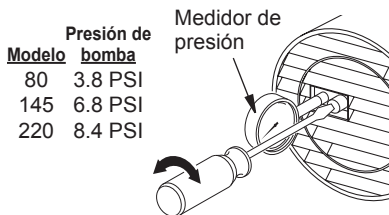

Figura 10 - Ajuste de la presión de la bomba
4. Ajuste la presión. Gire la válvula de escape hacia la derecha para incrementar la presión. Gire la válvula de escape hacia la izquierda para disminuir la presión. Consulte las especificaciones en la Figura 10 para la presión correcta.